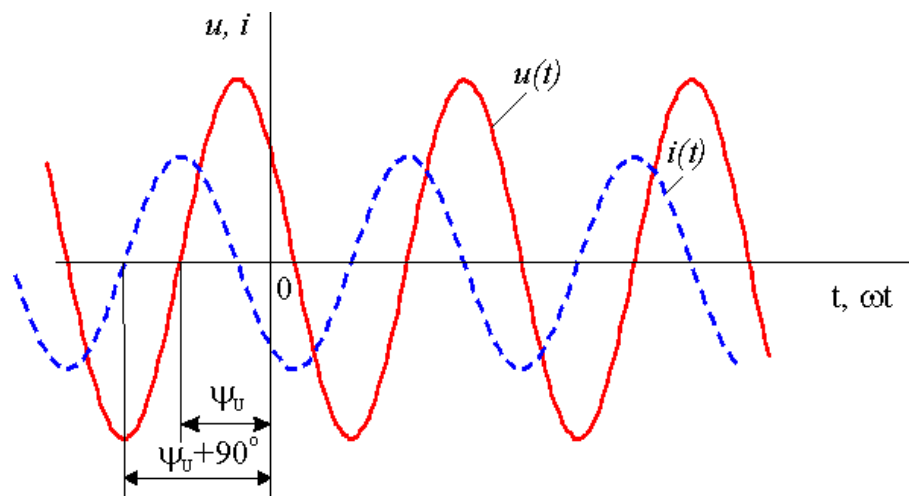

Рис. 6
Из соотношения (4) видно, что ток через конденсатор $i(t)$ опережает напряжение $u_C(t)$ на угол 90° (рис. 6).